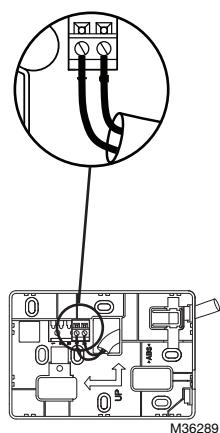

Fig. 5. Conexión de los cables al bloque de terminales
Conecte los cables del bloque de terminales como se muestra en la Fig. 5:
- Revise y compruebe el cableado de la conexión del terminal como se muestra en la Fig. 5.